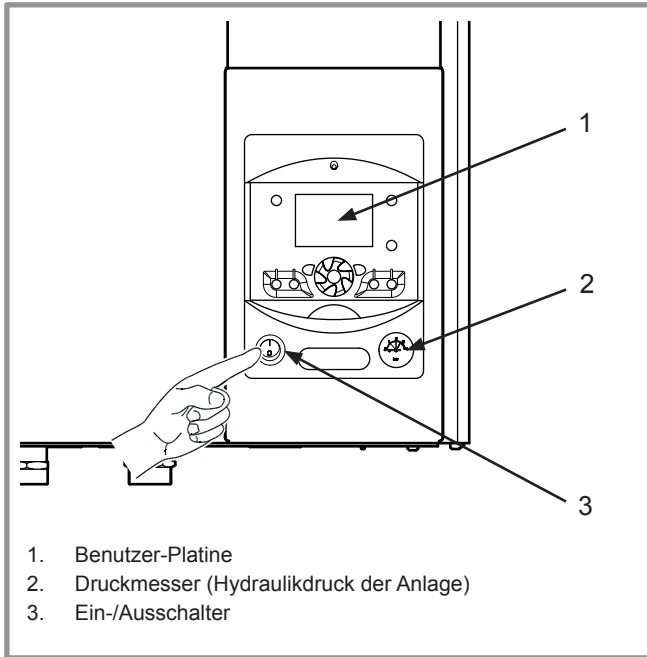

Abbildung 5 - Inbetriebnahme
- Sicherstellen, dass die Anlage korrekt mit Wasser gefüllt und entlüftet wurde, und dass der Druck am Druckmesser ausreicht (zwischen 1.5 und 2 bar) (Ken. 2, Abbildung 5).